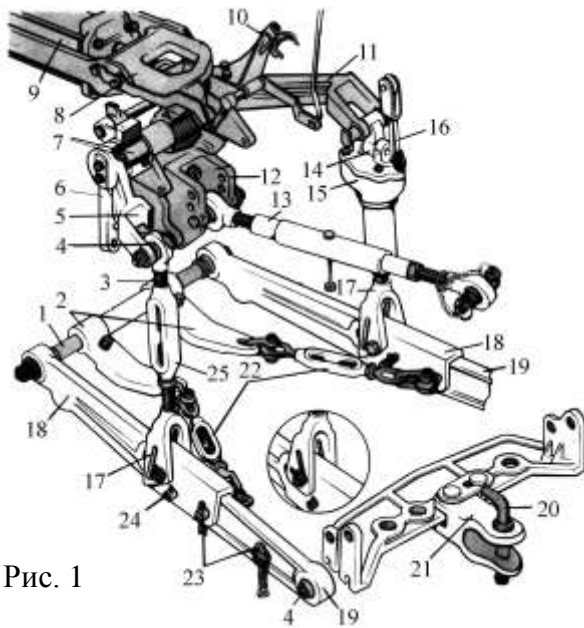

Рис. 1
1. Ознайомтесь з будовою начіпного механізму трактора МТЗ-80. Знайдіть на начіпному механізмі частини, позначені на рис. 1 цифрами: 1-вісь поздовжніх тяг, 2-кронштейн розтяжок, 3-лівий розкос, 4-сферичний шарнір, 5-лівий зовнішній важіль, 6-кронштейн поворотного вала, 7-поворотний вал, 8-захват механізму фіксації, 9-силовий гідроциліндр, 10-кронштейн центральної тяги з пружинним захватом, 11-правий зовнішній важіль, 12-серьга центральної тяги, 13-центральна тяга, 14-серьга правого розкоса, 15-правий розкос з механізмом зміни довжини розкоса, 17-вилка розкоса, 18-передній кінець поздовжньої тяги, 19-задній кінець поздовжньої тяги, 20-шкворень причепа з пружинним шплін-